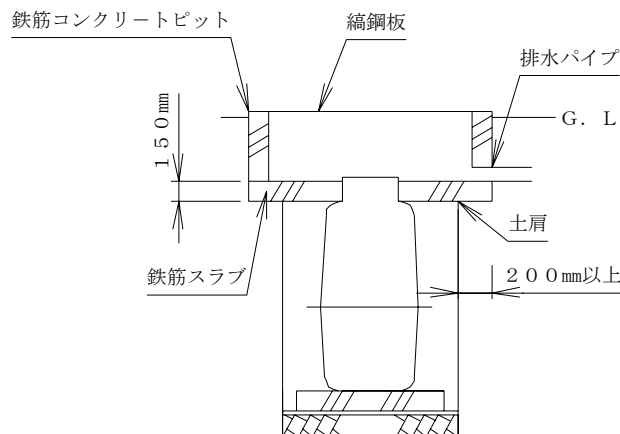

図15
1) 嵩上げが300mmを超える場合は、維持管理が容易に行えるように、鉄筋コンクリートのピットを浄化槽の周囲に設けてください(図15参照)